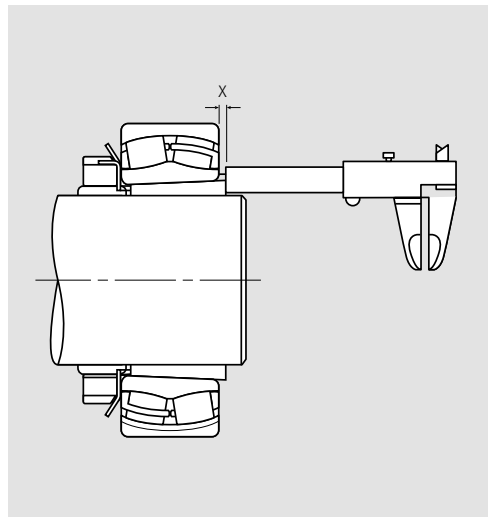

Abb. 3
5. Messen Sie den Abstand ,X' wie in Abb. 3 gezeigt.